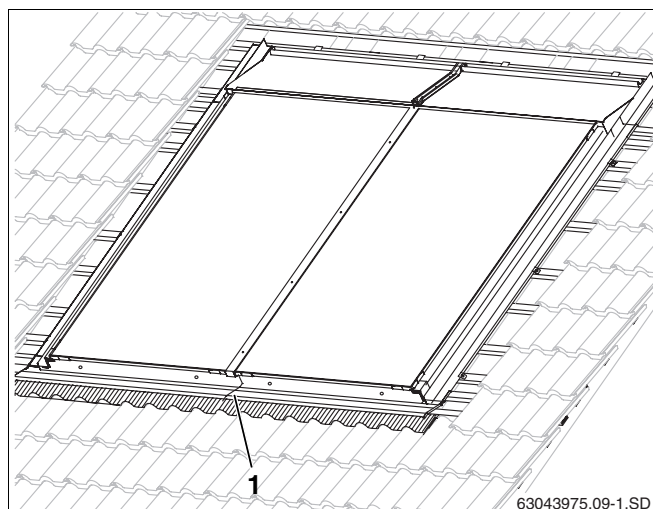

Fig. 42 Tôles de recouvrement montées tout autour
Lorsque le montage est horizontal, les tôles de recouvrement inférieures, supérieures et centrales ne se chevauchent pas entre deux capteurs (fig. 42, pos. 1), mais au milieu d'un capteur.